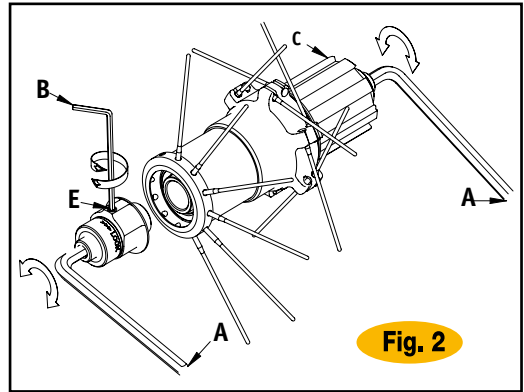
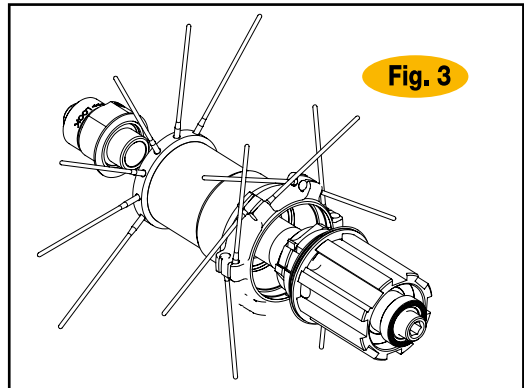

Fig. 2
Fig. 3
- Une fois extrait l'axe du moyeu arrière (Fig.2), le corps de roue libre (C) reste attaché avec ses cliquets (Fig.3).
- Engager à nouveau l'axe (C) avec son entretoise à l'intérieur du corps du moyeu en faisant très attention au positionnement des cliquets et bloquez avec force le contre-écrou mobile et effectuez si nécessaire un réglage du moyeu en agissant sur la bague (D) :
- Dévisser la vis pointeau (E) avec une clé 6 pans (B) (Fig.2).